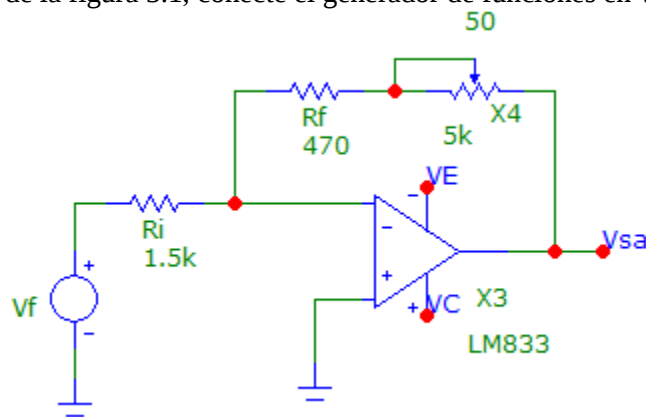
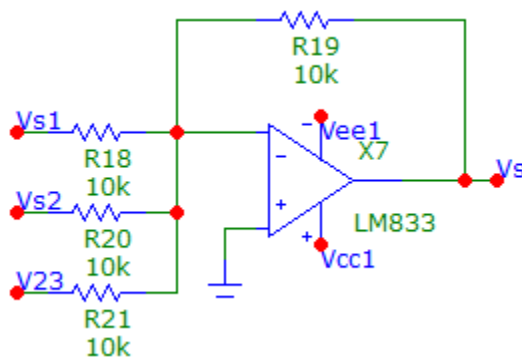
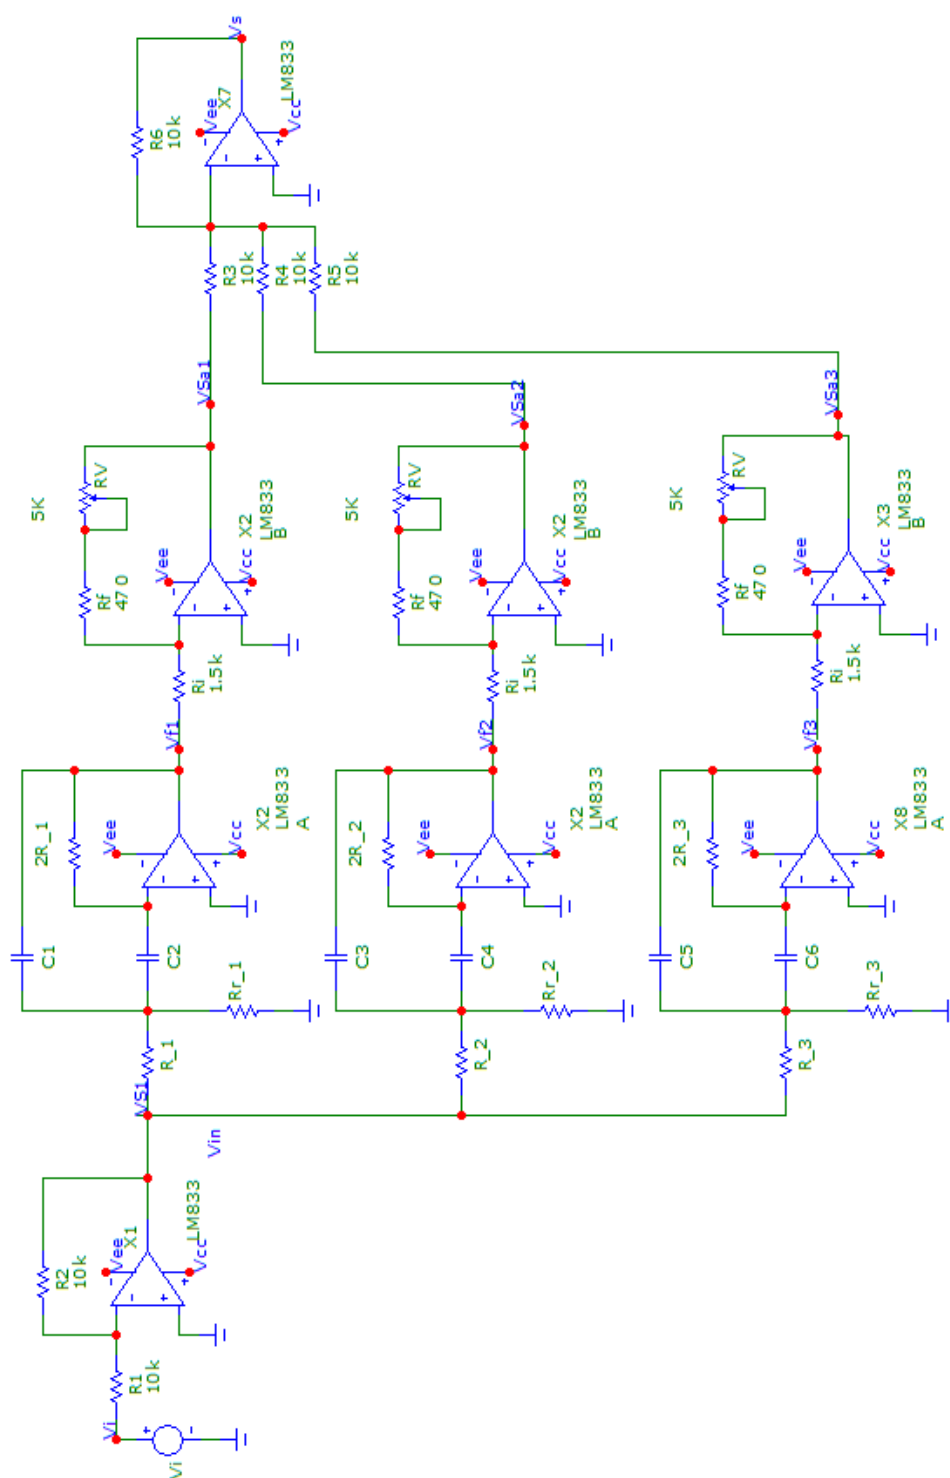

Figura 3.1. Amplificador inversor.
Figura 3.2. Circuito Sumador.
Figura 3.3. Sistema completo
3. Calcule la ganancia en dB para el circuito de la figura 3.1, cuando el potenciómetro se encuentra en el máximo y mínimo valor.
4. Realice la simulación del circuito de la figura 3.1, con un voltaje de entrada de 1Vpp y una frecuencia de 1KHz, para valores máximo y mínimo del potenciómetro, grafique las señales de entrada y salida.
5. Arme el mismo número de circuitos de la figura 3.1 que el número de filtros armados en la práctica 2, utilice el amplificador operacional que quedo libre en el CI de la Práctica 2.
1. Arme los circuitos de la figura 3.1, conecte el generador de funciones en $v_i(t)$.
4. Arme el circuito de la figura 3.2, con el número suficiente de entradas para los amplificadores de la figura 3.1.
5. Conecte la salida de los filtros del circuito de la Práctica 2, a las entradas de los amplificadores del circuito de la figura 3.1 y la salida de estos a las entradas del circuito de la figura 3.2, como se muestra en la figura 3.3.
1. Explique qué función tiene el circuito de la figura 3.2, en el sistema.
2. Compare los valores calculados en las actividades previas de ganancia máxima y mínima, del circuito de la figura 3.1, con los valores obtenidos en la práctica. Anote sus observaciones.